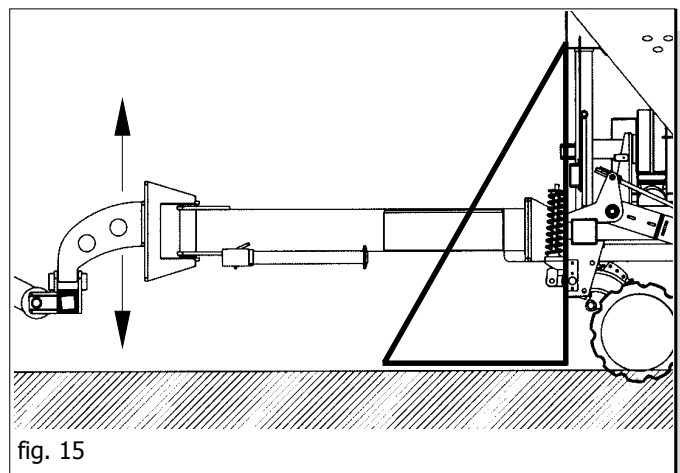

fig. 15
- Für die Gezogene-Version die Position der Unterlenkerstange bei der Zugdeichsel (fig. 15).